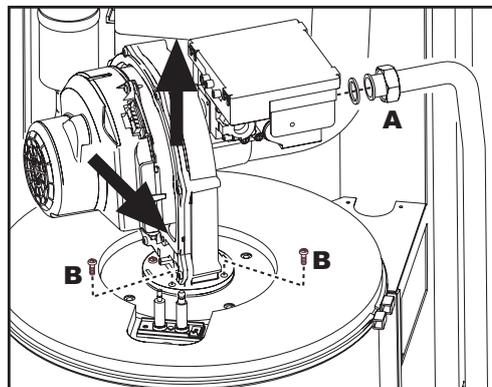
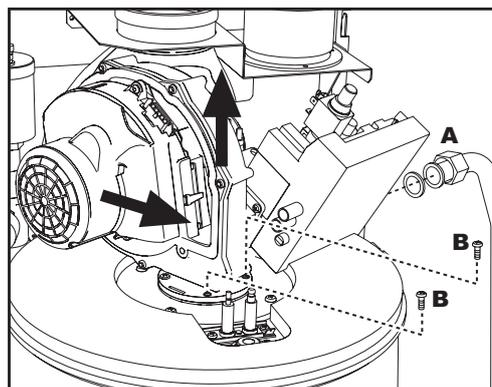

fig. 50 - modelo ENERGY TOP B 80 - 160
fig. 51 - modelo ENERGY TOP B 125 - 250
4. Aflojar la tuerca de fijación "A" y extraer el grupo ventilador como se indica en la fig. 50 para el modelo ENERGY TOP B 80 - 160 y en la fig. 51 para el modelo ENERGY TOP B 125 - 250.